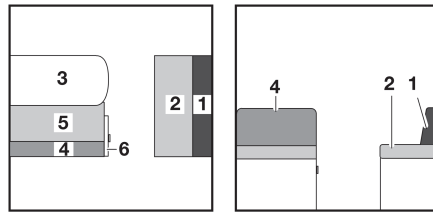

Fig. 159 Antes de la transformación
- Ampliar la mesa (Fig. 159,3) y transformarla en base de cama (véase apartado 7.9).
- Tirar del asidero y abrir la trampa (Fig. 159,6).